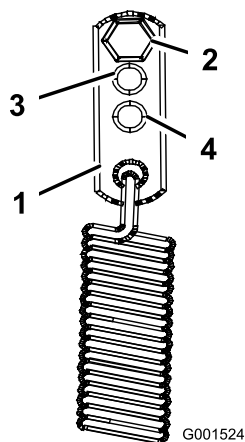

Figure 42
3. Pour des conditions d'utilisation plus difficiles, déplacez les ancrages de ressort aux positions service moyen ou lourd (Figure 42). Les ancrages de ressort sont fixés au coin supérieur arrière des protections de la transmission hydraulique, sur les côtés gauche et droit de la machine.